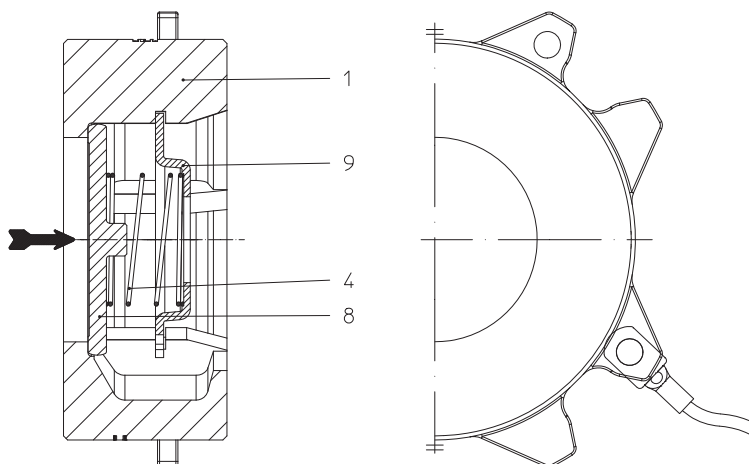

Figura 7: CHECKO®-D PN40 - Valvola antiritorno a dischi
CHECKO®-D: Corpo (pos.1) / Testa della valvola (pos. 8) danneggiati mediante corpi estranei (Figura 7)